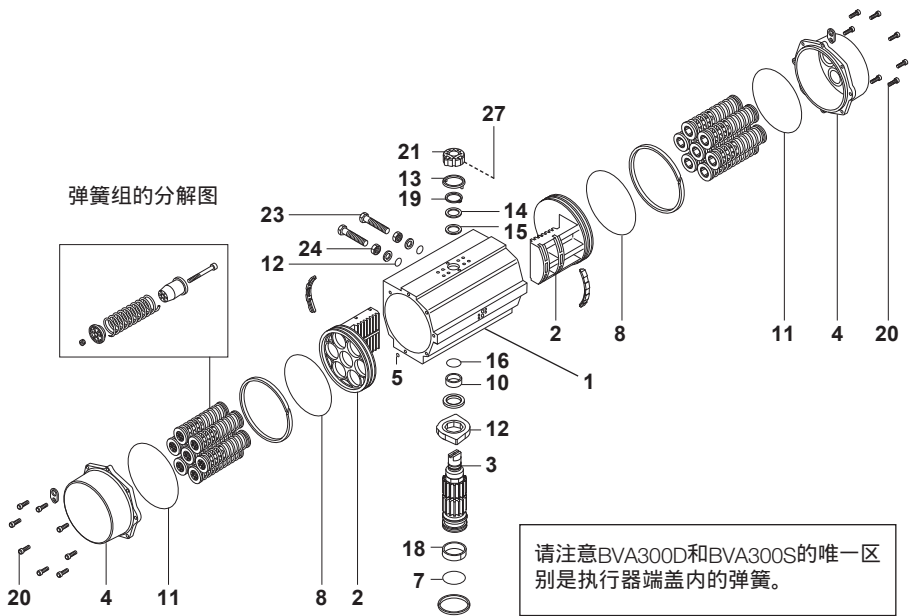

图5 BVA300分解图
- 安装执行器的端盖(4),并随后拧紧螺栓(20)。检查阀门的开和关的位置是否同小齿轮上部的指示相符合(见图5)。